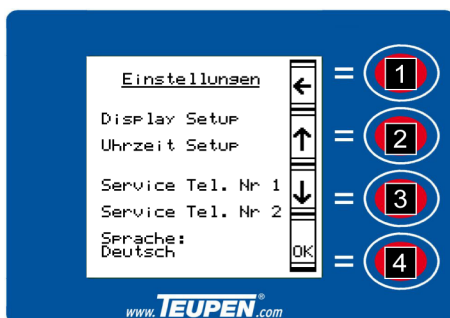

Fig. 73: Réglage de la langue
1. → Sélectionner la langue avec les [touches de fonction] (Voir la Fig. 73/2 et 3).
2. → Appuyer sur la [touche de fonction] (Voir la Fig. 73/4).
3. → Sélectionner la langue souhaitée avec les [touches de fonction] (Voir la Fig. 73/2 et 3).
4. → Confirmer la langue sélectionnée avec la [touche de fonction] (Voir la Fig. 73/4).